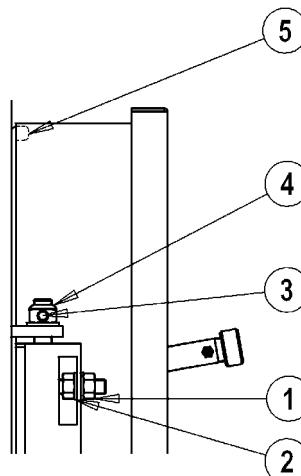

fig. 9
5.6.1 Pour les modèles MEGAPREX 92N÷600N (Fig. 9)